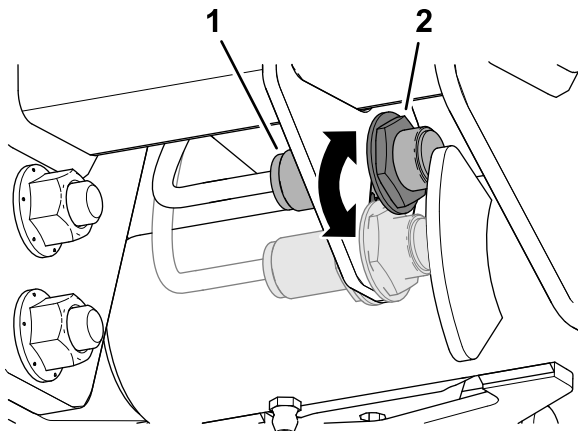

Bild 86
3. Lösen Sie die Klemmmutter, mit welcher der Hubarmschalter an der Schalterplatte befestigt ist (Bild 86).